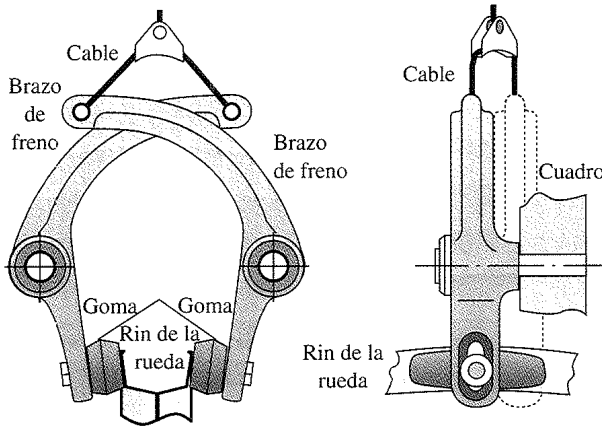

FIGURA P2-12 Problema 2-31 Ensamble de la horquilla de los frenos de una bicicleta
- 2-31 La figura P2-12 muestra el ensamble de tijera de freno de bicicleta. Trace un diagrama cinemático de este dispositivo y de su eslabonamiento equivalente. Determine su movilidad bajo dos condiciones.